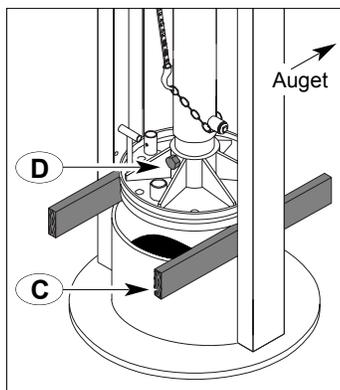

fig. 5
9. Avec le treuil, soulever le piston pour que les joints d'étanchéité sortent d'environ 4" hors du tube de pompage — *fig. 5*.
10. Placer les pièces de bois 3/4" x 3" x 12" sous le rebord du piston — *fig. 5 détail C*.
11. Avec le treuil, abaisser le piston sur les pièces de bois, enlever le boulon au bas du cylindre et soulever de nouveau le cylindre pour pouvoir travailler librement — *fig. 5 détail D*.